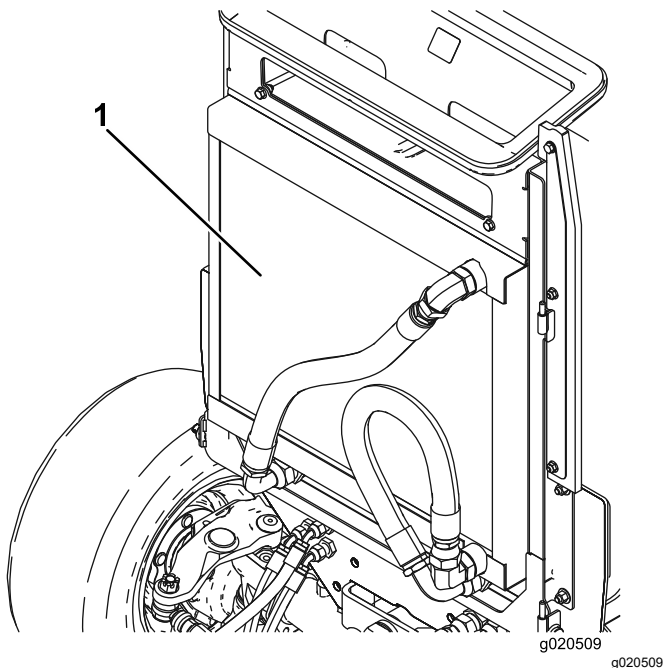

図 113
4. オイルクーラとラジエターの裏表を圧縮空気ですらに清掃する図 113。